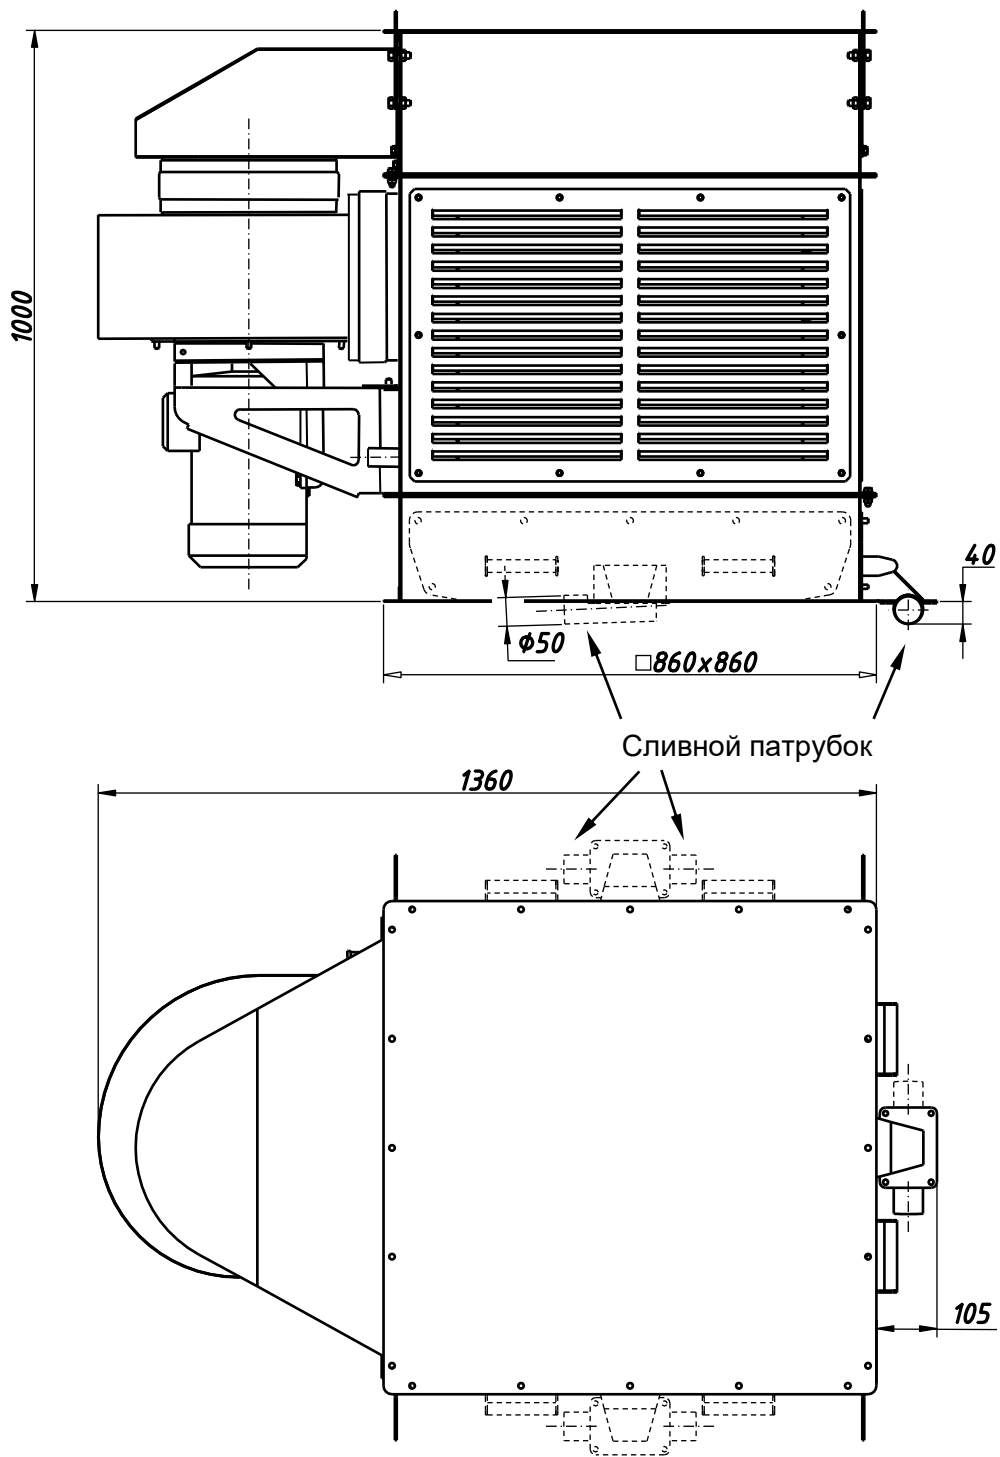

Рис. 7. Общий вид и габаритные размеры МВГ (без дозатора).
- 6.3. Слив из МВГ может быть ориентирован в разные стороны (см. рис.7). Для смены положения сливного патрубка необходимо раскрепить нижнюю часть МВГ, развернуть ее в нужное положение и вновь соединить с помощью болтов.